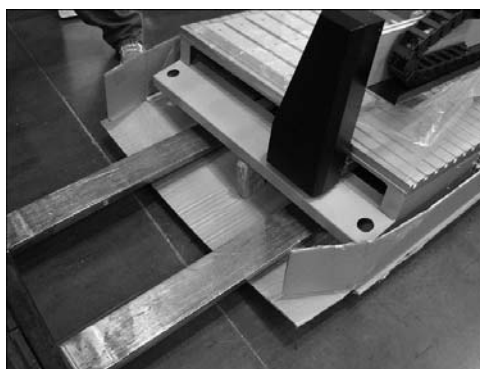

Figure 7-16
1. Placer un bloc de rebut sous l'assemblage de la fraiseuse pour le tenir à la verticale et glisser soigneusement les fourches sous la base de la table de la fraiseuse (figure 7-16). S'assurer que les fourches sont suffisamment longues pour dépasser l'extrémité opposée de la table. Lever la table de la fraiseuse.